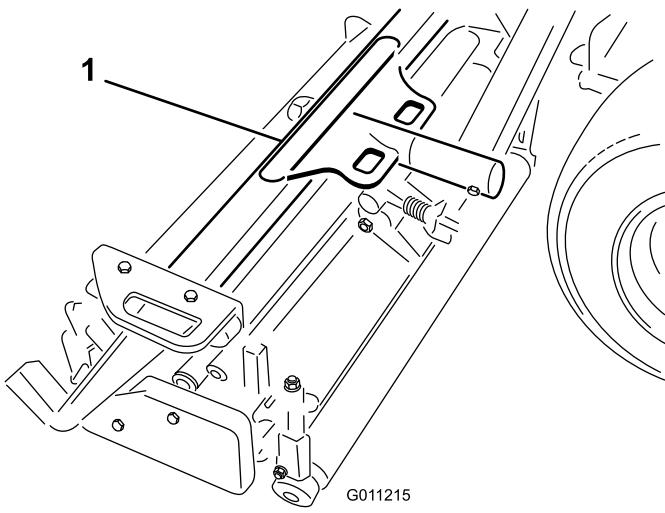
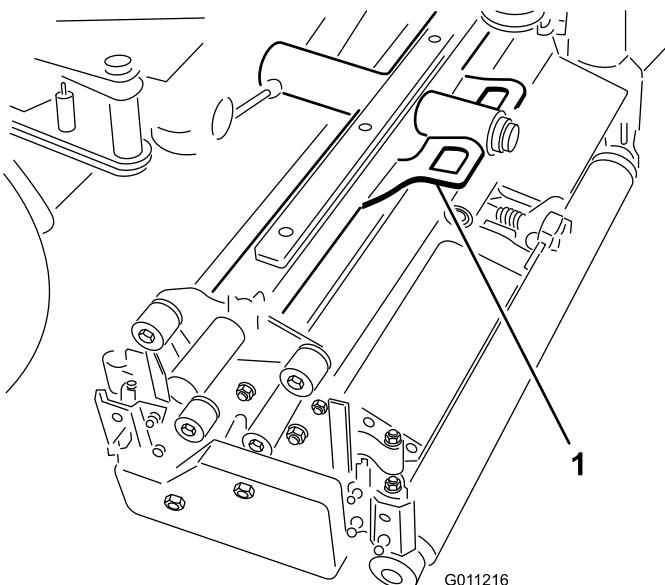
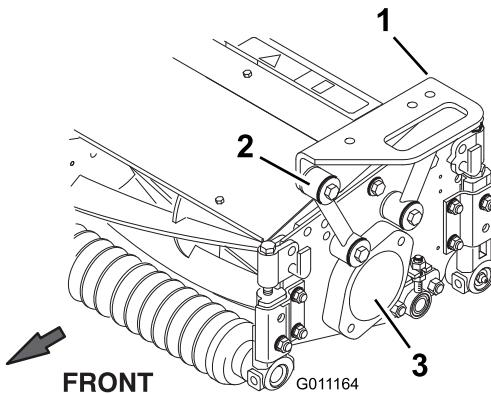

Bild 14
Bild 15
Bild 16
- Setzen Sie einen vorderen Trägerrahmen (Bild 14) auf jedes Frontmähwerk. Richten Sie die Befestigungslöcher mit den Befestigungsanschlüssen aus, wie in Bild 16 dargestellt.
3. Legen Sie den hinteren Trägerrahmen (Bild 15) auf das Heckmähwerk und richten Sie die Befestigungslöcher mit den Befestigungslenkern aus (siehe Bild 16).
4. Befestigen Sie jeden Befestigungslenker mit einer Schraube ((3/8 x 2-1/4 Zoll), zwei Flachscheiben und einer Sicherungsmutter am Trägerrahmen (siehe Bild 16). Bringen Sie an jeder Seite der Verbindung bei der Montage eine Scheibe an. Ziehen Sie die Schrauben auf 42 Nm an.
5. Nehmen Sie an den restlichen Mähwerken die Versandabdeckung von den Lagergehäusen ab (Bild 16).